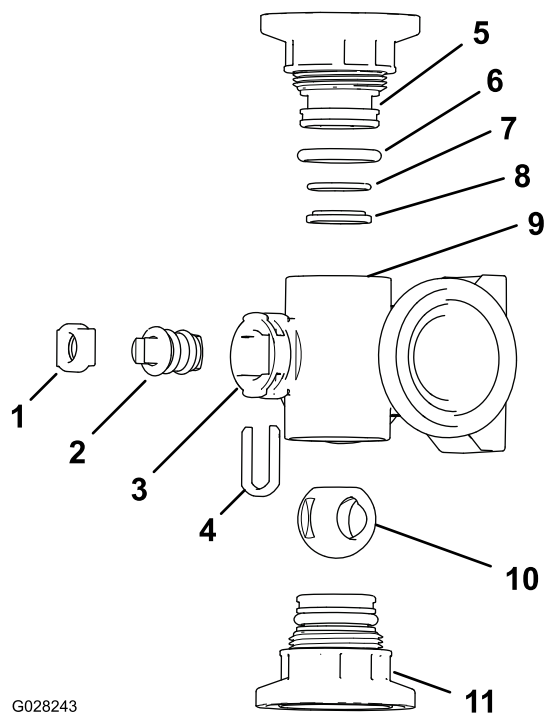
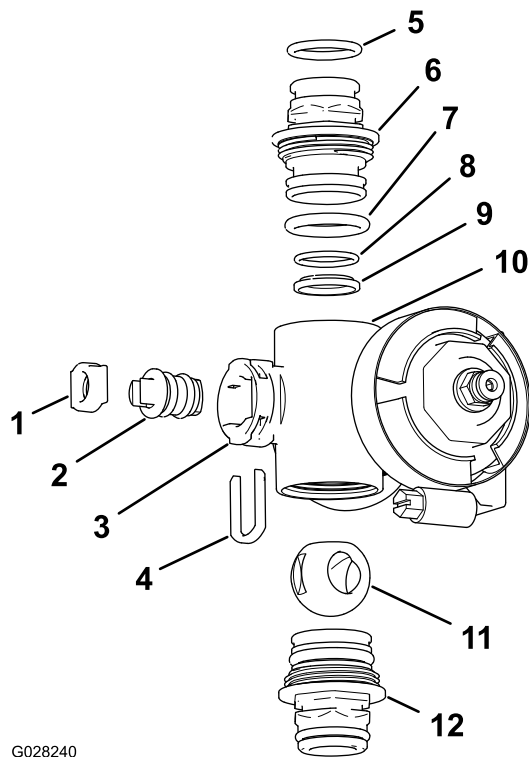

Рисунок 110
Рисунок 111
2. Снимите два штуцера торцевой крышки в сборе с каждого конца корпуса коллектора (Рисунок 110 и Рисунок 111).
4. Извлеките держатель штока из пазов в отверстии штока в коллекторе (Рисунок 110 и Рисунок 111).
5. Снимите держатель штока и седло штока клапана с коллектора (Рисунок 110 и Рисунок 111).
6. Просуньте руку внутрь корпуса коллектора и извлеките оттуда шток клапана в сборе (Рисунок 110 и Рисунок 111).
1. Проверьте состояние уплотнительных колец выпускных штуцеров (**только коллектор клапана секции**), уплотнительных колец торцевых крышек, задних уплотнительных колец седла и седла шарового клапана на наличие повреждений или износа (Рисунок 110 и Рисунок 111).
2. Нанесите консистентную смазку на шток клапана и вставьте его в седло штока клапана (Рисунок 110 и Рисунок 111).
3. Вставьте шток и седло клапана в коллектор и закрепите шток и седло держателем штока (Рисунок 110 и Рисунок 111).
4. Убедитесь, что заднее уплотнительное кольцо седла и седло шарового клапана выровнены и правильно установлены в штуцере торцевой крышки (Рисунок 111 и Рисунок 110).
5. Установите штуцер торцевой крышки в сборе на корпус коллектора так, чтобы фланец штуцера торцевой крышки касался корпуса коллектора, затем доверните штуцер торцевой крышки еще на 1/8–1/4 оборота (Рисунок 110 и Рисунок 111).